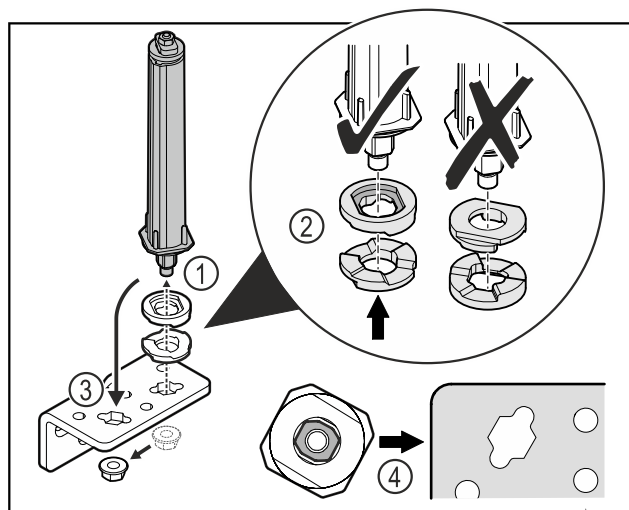

Fig. 30
- ▶ Løsne mutteren og fjern dørlåsesystemet Fig. 30 (1).
- ▶ Sørg for riktig justering av høydejusteringsskivene Fig. 30 (2).
- ▶ Flytt dørlukkesystemet til hengselvinkelen og fest med mutteren Fig. 30 (3).
- ▶ Sørg for at dørlukkesystemet er riktig innrettet når du setter det inn Fig. 30 (4).